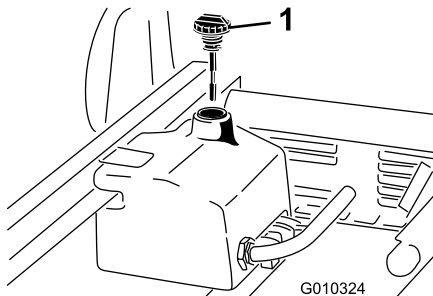

Bild 73
4. Reinigen Sie den Bereich um den Füllstutzen und den Deckel des Hydraulikbehälters (Bild 73).
6. Entfernen Sie den Peilstab (Bild 73) aus dem Füllstutzen und wischen ihn mit einem sauberen Lappen ab.